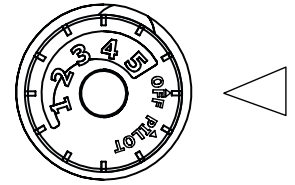

Fig. 25: Perilla de control
2. Gire la perilla de control en dirección de las manecillas ↻ del reloj hacia la posición OFF (apagado) (consulte la Fig. 25).
3. Espere cinco (5) minutos para que se despeje el gas. Luego verifique si hay olor a gas, incluso cerca del piso. Si percibe olor a gas, ¡DETÉNGASE! Siga la sección "B" de la información de seguridad, como se indicó anteriormente. Si no hay olor a gas, proceda con el próximo paso.
6. Mantenga presiona la perilla de control durante (30) segundos después de que el piloto se encienda. Suelte la perilla de control.
- Si el piloto se apaga, repita los pasos 3 a 7. Espere (1) minuto antes de intentar encender el piloto nuevamente. Si el piloto se apaga tras varios intentos, gire la perilla de control de gas en dirección de las manecillas ↻ del reloj hasta la posición de apagado y llame a un técnico de servicio calificado.